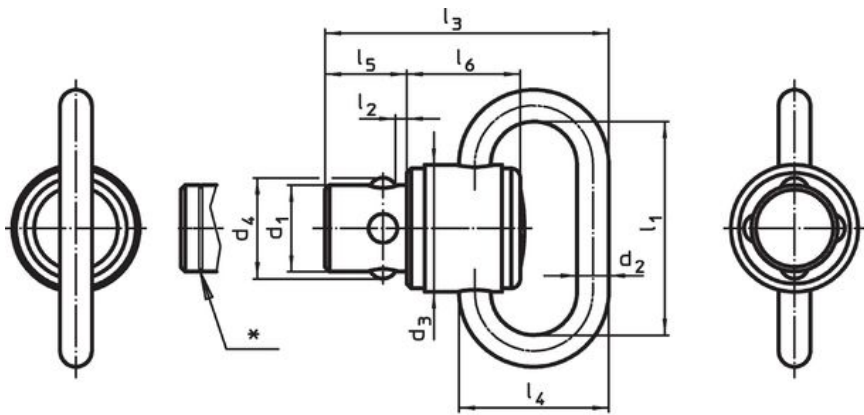

図 1
位置 l_1 （ブッシュ図2,3,4）もしくは l_2 （ボールロックコネクタ図1）=1.5mmの場合目印溝付
* l₁ (図2,3,4), l₂ (図1)= 1,5 mmの場合マーキング付